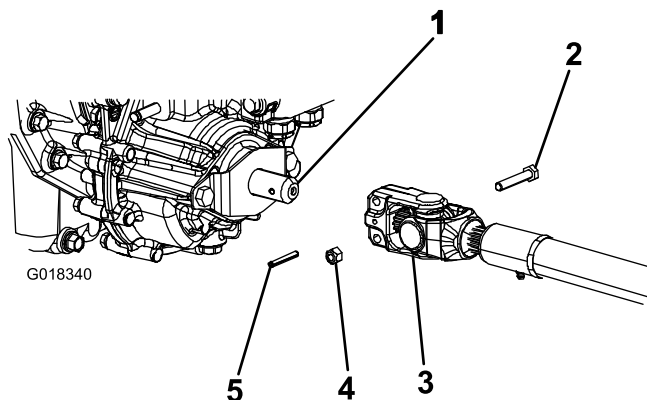

Figura 4
3. Coloque el árbol de la TDF debajo de la parte delantera de la máquina. Asegúrese de que la horquilla del eje de deslizamiento del árbol está colocada hacia el árbol de transmisión (Figura 4).